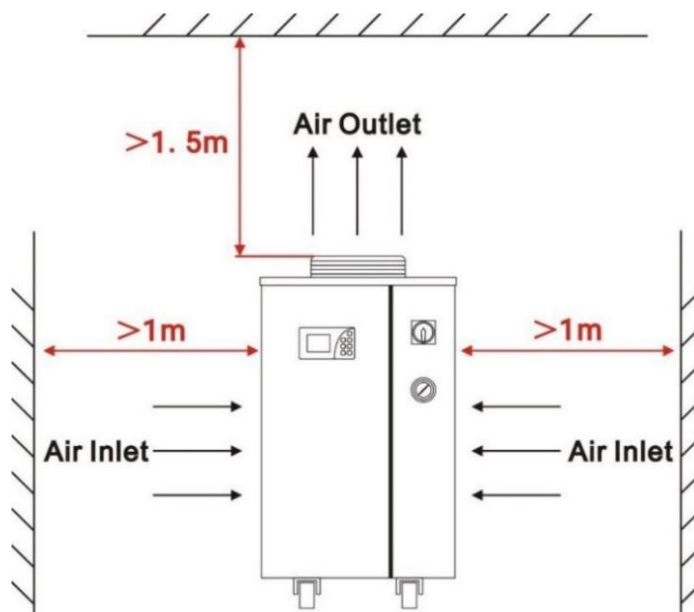

Figure 3 : Exigences d'espace pour l'installation du chiller
(3) La sortie d'air du chiller doit être à au moins 3,5 m de l'obstacle, et l'entrée d'air doit être à au moins 1 m de l'obstacle (voir le schéma ci-dessous), comme illustré sur la figure 3.